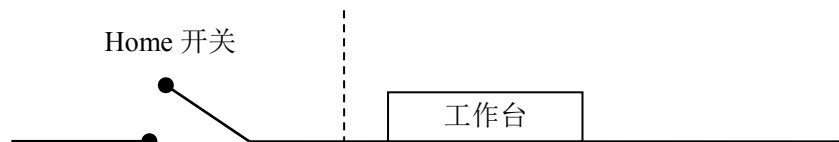

图 8-8 Home+Index 回原点示意图 5
- (5) 等工作台停稳以后，调用 `GT_ZeroPos` 设置机械原点。如图 8-8 所示。